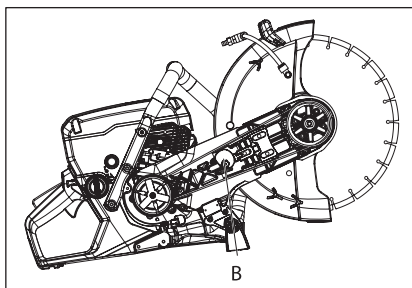

Рис. 21
3. Замените приводной ремень. Поверните натяжитель ремня (В) в положение «1», чтобы натянуть приводной ремень (рис. 21).